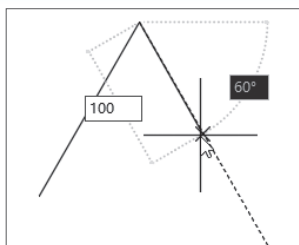

图 2-20
**步骤 04** 按Enter键，绘制一条长度为100mm的斜线段。向右下角移动光标，同样沿着60°角的辅助虚线移动光标，并输入100，如图2-20所示。